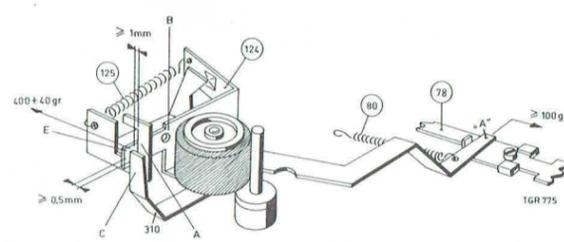

Fig. 8
#### Ajustage du bloc à galet presseur Fig. 8
En position "ARRET" le ressort d'équerre d'attente, pos. 80, doit avoir une force résiduelle de 100 gr au minimum, mesurée au point A. Remplacer le ressort si la force est moins de 100 gr, figure 8.